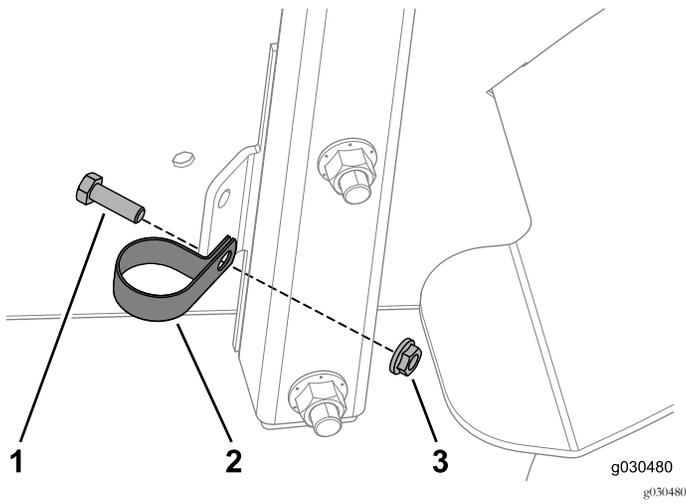

Figura 44
1. Fije la abrazadera en R al bastidor de los accesorios con el perno (5/16" x 3/4") y una tuerca con arandela prensada en el lateral derecho de la máquina (Figura 44).